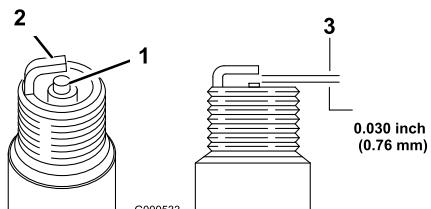

Figura 52
- Controllate il centro delle candele (Figura 52). Se l'isolatore ha una patina marrone chiaro o grigia, il motore funziona correttamente. Una patina nera sull'isolatore significa in genere che il filtro dell'aria è sporco.
- Verificate la distanza tra gli elettrodi centrale e laterale (Figura 52), e se non è esatta piegate l'elettrodo laterale.